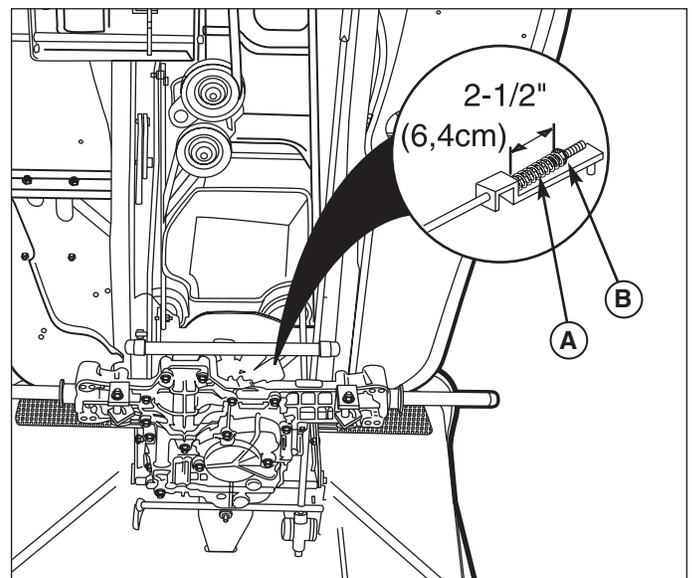

Figure 28. Réglage Du Frein
3. Localiser le ressort de frein (A, Figure 28) et l'écrou de réglage (B).
Si le ressort ne se trouve pas dans cette plage, faire tourner l'écrou de réglage (B, Figure 28) pour comprimer ou relâcher le ressort.